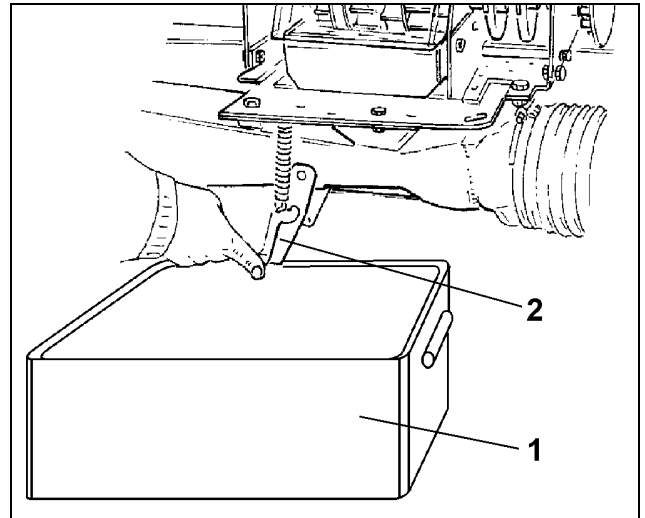

Fig. 67
- Anbring en beholder (Fig. 67/1) under doseringselementet, hvorefter injektorslusens spjæld (Fig. 67/2) åbnes.
- Sporehjulet drejes rundt, indstil samtlige kamre i såhjulene er fyldt med såsæd og der strømmer en jævn strøm af såsæd ned i opsamlingsbeholderne (Fig. 67/1).
- Injektorslusens spjæld (Fig. 67/2) lukkes.